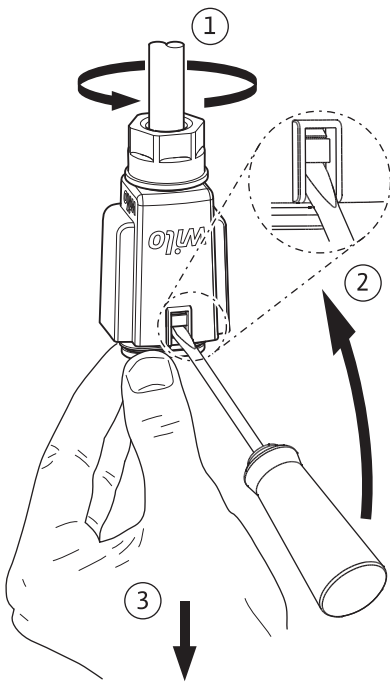

Fig. 6: Wilo-Connector demontieren
- Wilo-Connector von der Pumpe abziehen und mit passendem Schraubendreher demonstrieren (Fig. 6).